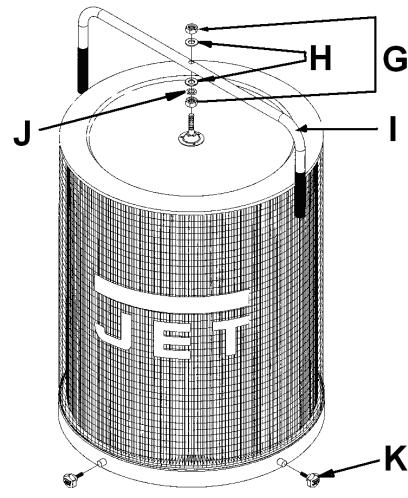

Рис. 12
Установите ручку (I, Рис. 12) и закрепите ее 2 гайками (G), плоскими шайбами (H) и контратворцами (J).
Чтобы очистить фильтр-картридж (опция), поверните ручку (I, Рис. 12) на несколько оборотов, таким образом, пыль упадет в мешок для сбора пыли.